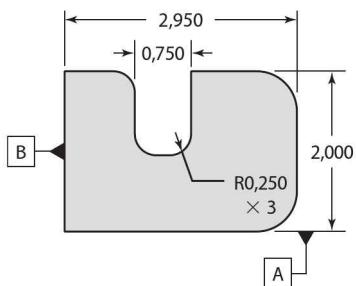

Figura 4-26 Selecione o melhor cortador da lista da Questão 3.
3. Com base na Figura 4-26, usando uma fresagem de perfil na peça, selecione o melhor diâmetro do cortador entre estes: 0,25, 0,375, 0,500, 0,625, 0,750 e 1,00 pol.